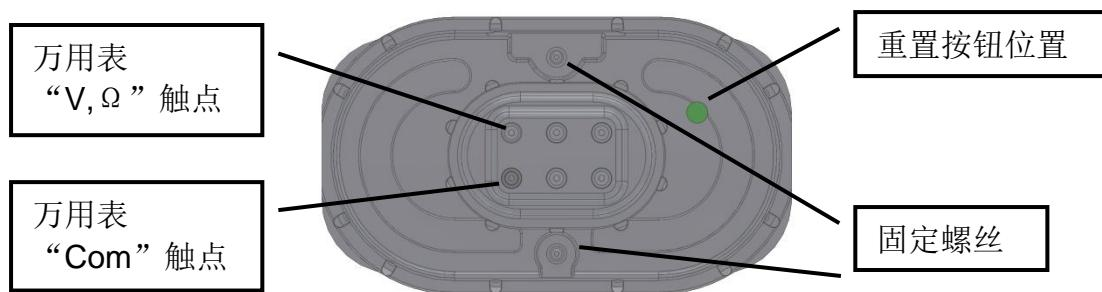
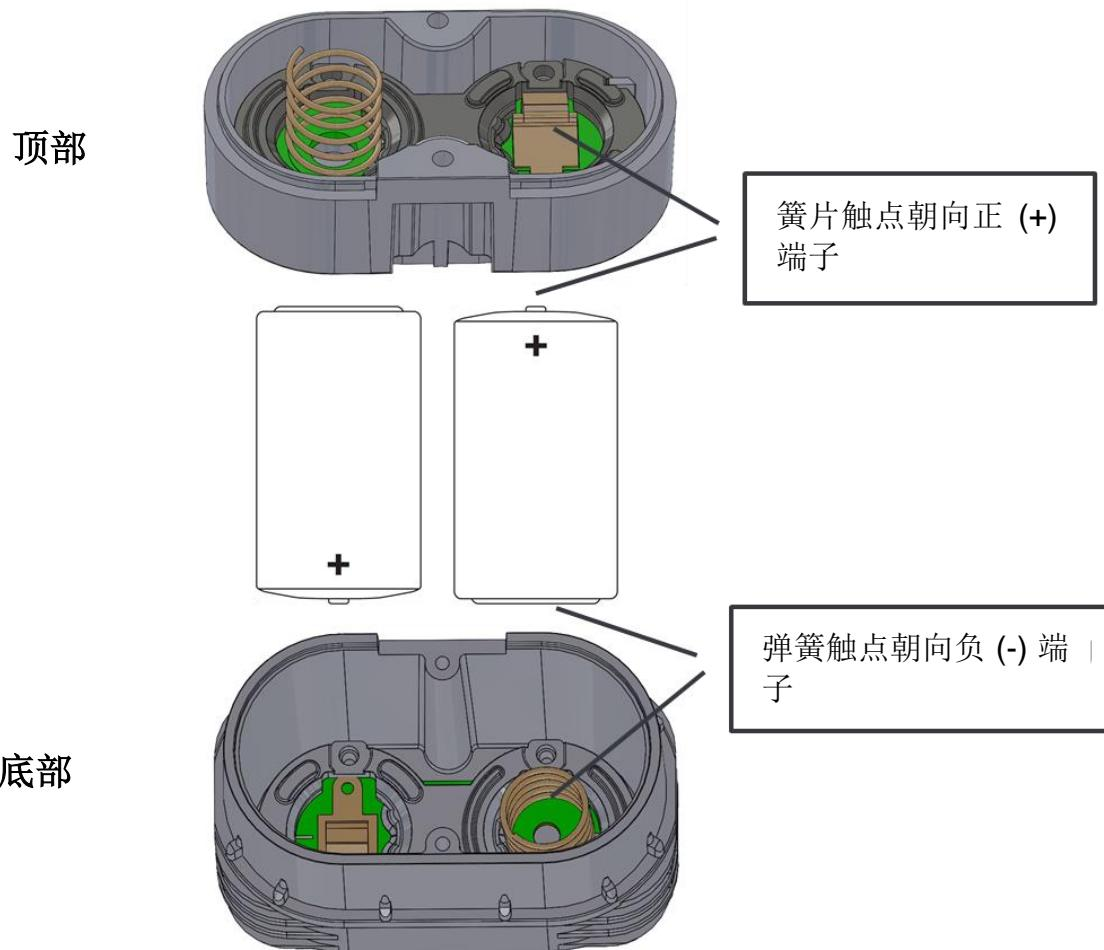

图 5-2：电池组底部视图。万用表的正确连接。
图 5-3：电池组顶部和底部
- 松开两个电池组安装螺钉（梅花螺丝刀 T10），请见图 5-2。请注意，弹簧弹力很大，因此在拧开时，应握牢电池组。
- 将两个电池放在电池组中，簧片触点朝向正 (+) 端子，弹簧触点朝向负 (-) 端子，请见图 5-3。
- 按下电池组上的按钮，请见图 5-2（该按钮位于电池组上一个孔的后方，可通过笔尖按下）。这将通知气体检测仪新电池已就位，并重置电量计数器。请注意，只有 3.0 或更高版本固件的气体检测仪才能识别此按钮操作。如果有有关检测仪包含较旧的固件版本，或者您不确定检测仪的固件版本，请联系 GasSecure。
通过将万用表连接到端子来测量电池组的电压，如图 5-2 所示。额定电压为 +7.2 V。不允许电压低于 +7.0 V 及高于 +7.8 V。检查电池方向是否正确（请见图 5-3），以及测量电压是否超出允许的范围。